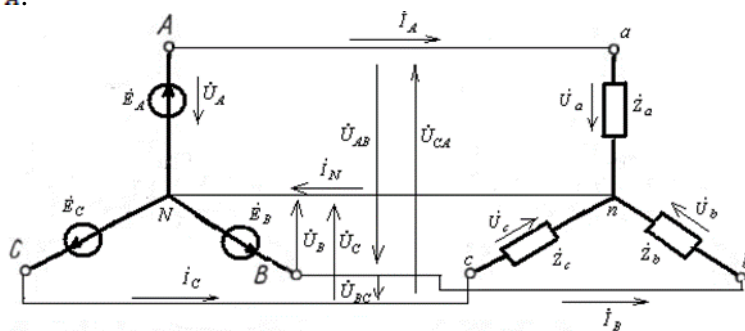

Рис. 1
**Вопрос 9.** Какое соотношение в трехфазной цепи между линейным  $U_{AB}$  и фазным  $U_A$  напряжениями (рис. 1)?
**Вопрос 10.** Когда *необходимо* использовать четырехпроводное соединение источника и приемника в трехфазной цепи «звезда» – «звезда» (рис. 1)?